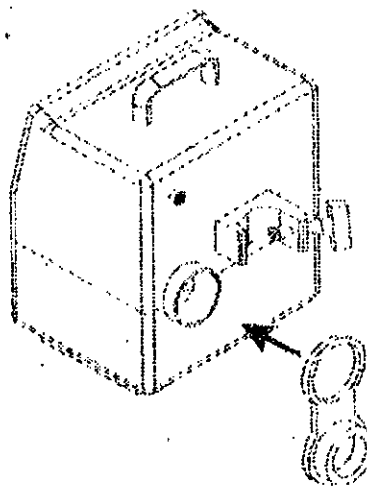

Figura 1 – Instalación de la fijación del tubo de aire.
1. Ajuste la fijación del tubo de aire a la unidad de calor. La apertura más grande de la fijación encaja con la salida de aire de la parte posterior de la unidad de calor, como se muestra en la Figura 1.